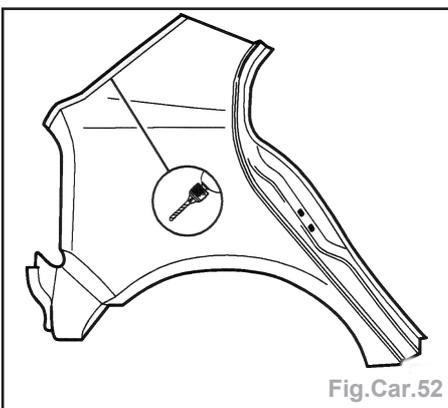

Fig.Car.52
- Percer des trous pour le soudage à bouchon sous gaz protecteur au niveau de la gouttière et du hayon \varnothing 7 mm (Fig.Car.52).